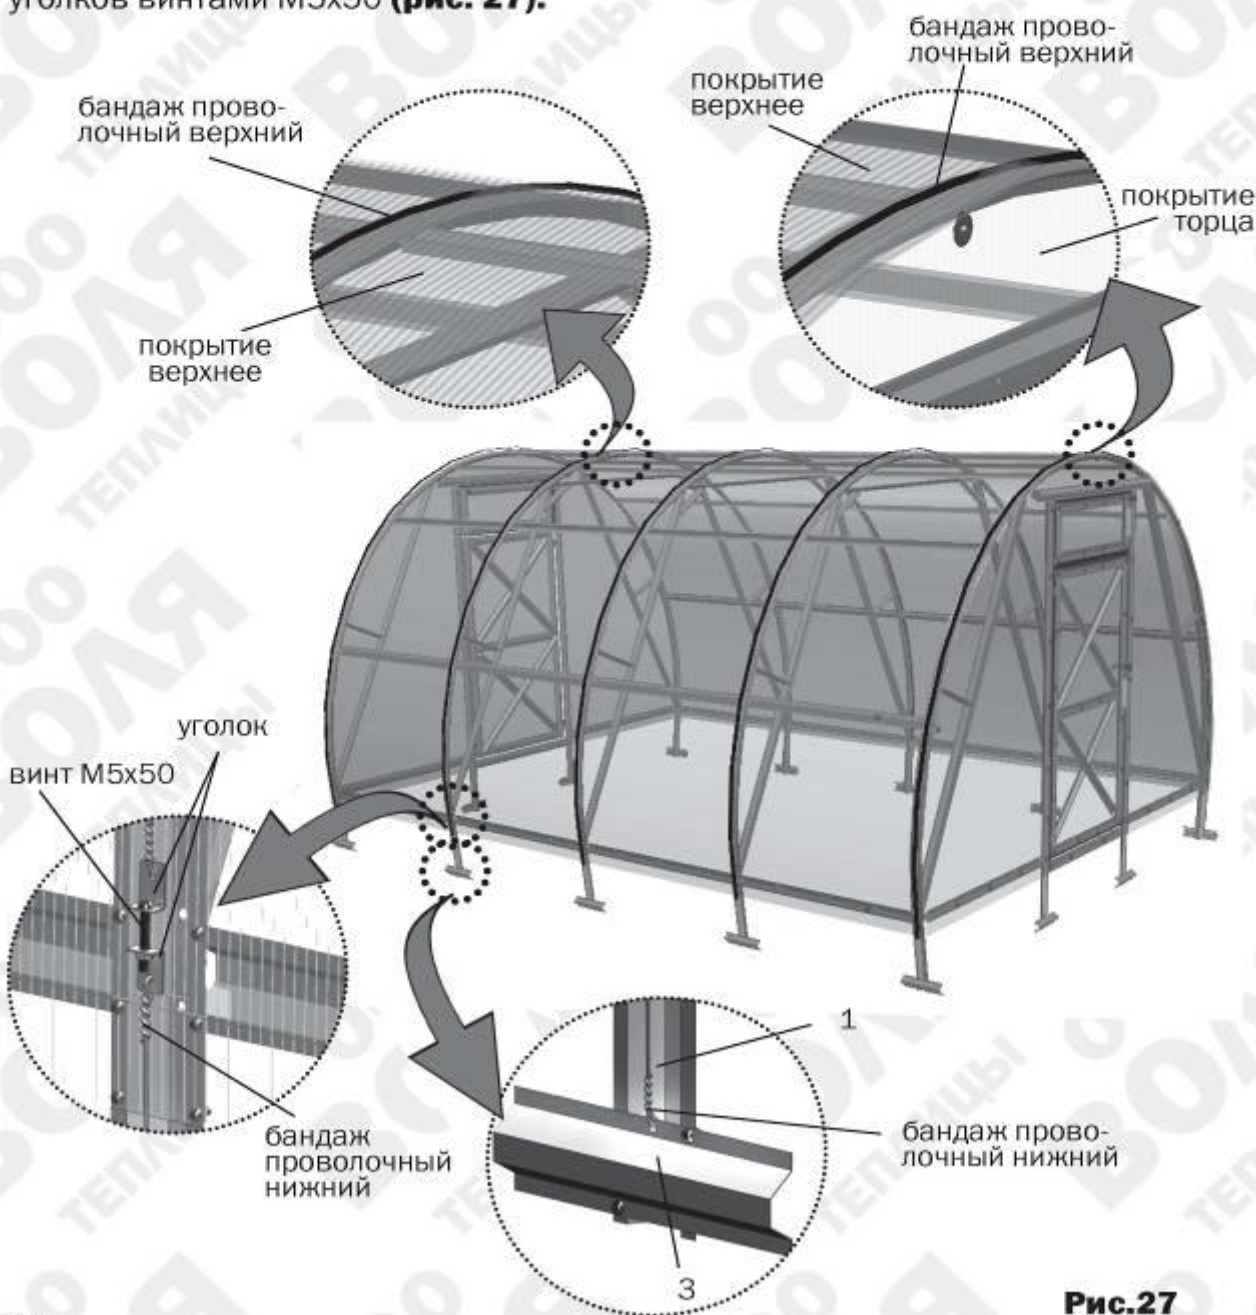

Рис.27
10. Листы поликарбоната заводятся на каркас теплицы и устанавливаются равными выступами за кромки дуг. Если боковые кромки поликарбоната существенно непараллельны кромкам дуг каркаса, то это означает каркас не выровнен перед затягиванием винтов и к этой операции следует вернуться. Последующие листы поликарбоната заводятся и устанавливаются с нахлестом на предыдущий лист. Проволочный верхний бандаж (6 м) устанавливается по дуге каркаса, начиная с середины каждого листа и стягивается с нижним бандажом с помощью уголков винтами M5x50 (**рис. 27**).